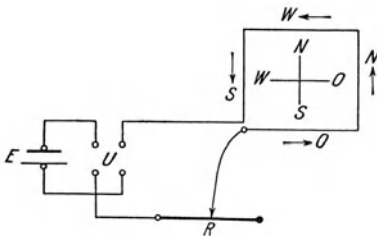

Fig. 185.
i) Nimm den Holzstab vom Draht weg, biege 40 cm des Drahts zu einem Quadrat, dessen Seite 10 cm lang wird, und lege es so auf ein Reißbrett, daß zwei Seiten von Osten nach Westen laufen. Stelle so drei Windungen her und befestige sie in den Ecken durch Haken. Schließe den Sammler usw. in der Südwestecke der Spule an. (Fig. 185.)